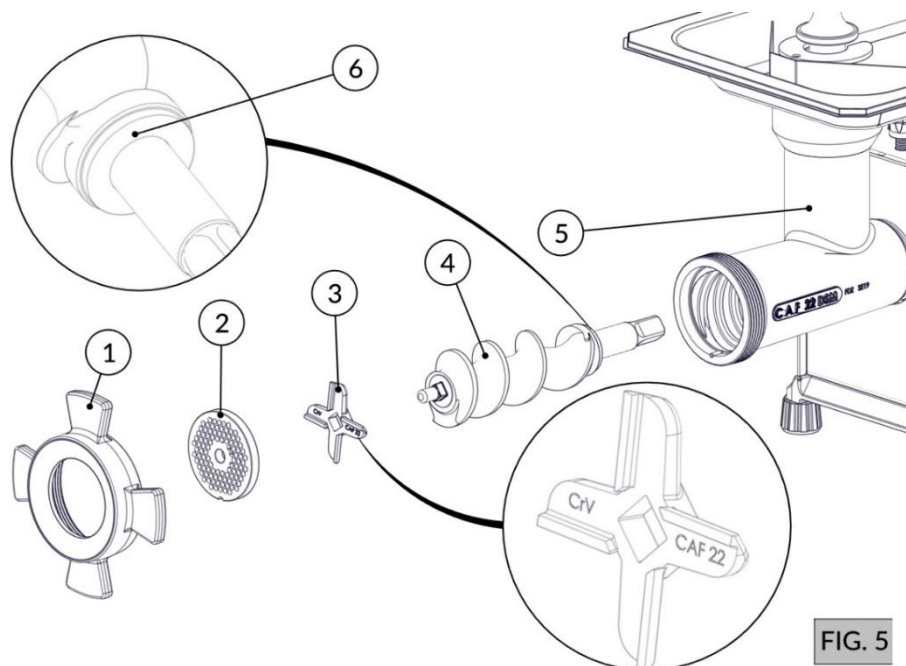

FIG. 5
1. Encaixe o caracol (Item 4 - FIG. 5) no bocal (Item 5 - FIG. 5) assegurando que ele está com arruela (Item 6 - FIG. 5), item de suma importância para um bom funcionamento da máquina;
2. Encaixe a cruzeta simples (Item 3 - FIG. 5) no pino do caracol (Item 4 - FIG. 5), observando sua posição de corte (Corte para Frente);
3. Encaixe o disco (Item 2 - FIG. 5) no pino do caracol (Item 4 - FIG. 5) e certifique-se de que o disco encaixou na chaveta do bocal;
4. Rosqueie o volante (Item 1 - FIG. 5) até encostar no disco.